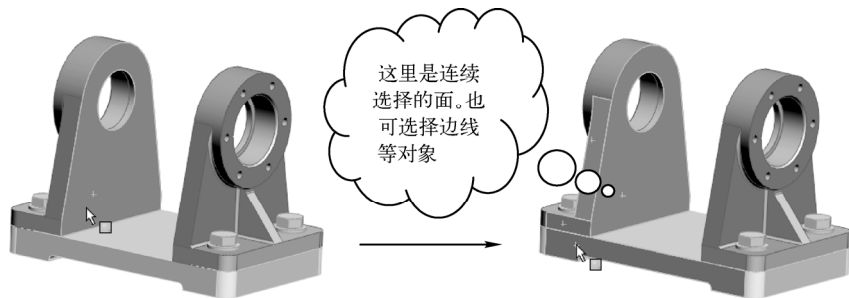

图 1-39 选择对象和选择多个对象的操作
1) 鼠标单击：在绘图工作区利用鼠标单击可选择对象。按住〈Ctrl〉键继续单击其他对象可选择多个对象，如图 1-39 所示。